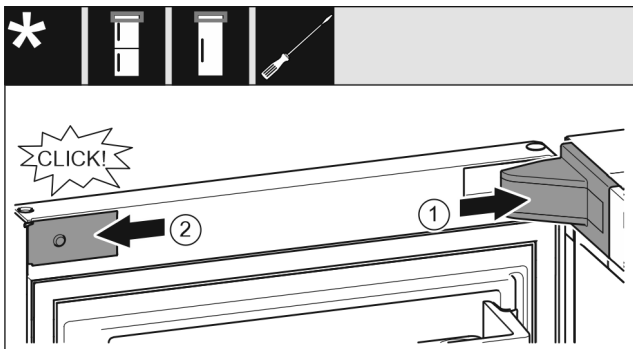

Fig. 65
- ▶ Установите и зафиксируйте крышку опорного кронштейна Fig. 65 (1), при необходимости осторожно разожмите ее.
- ▶ Установите накладку Fig. 65 (2) сбоку и зафиксируйте.